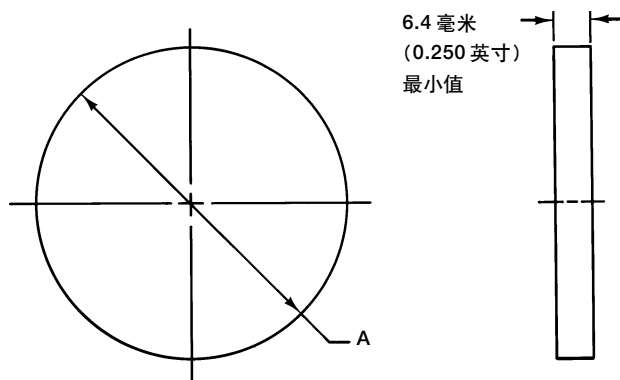

图 11. HD 密封件拆卸板的尺寸
- 对 3- 至 12- 英寸阀门, 若难于推出密封件, 则推荐用密封件拆卸板将 HD 金属密封件从密封保护环中推压出来。有关密封件拆卸板的尺寸请参考图 11。